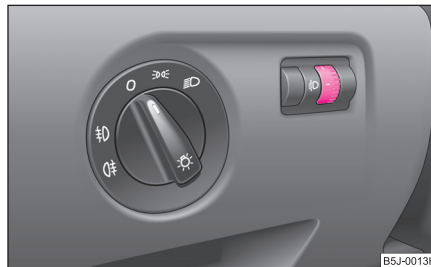

Fig. 36 Tabloul de bord:
- Rotiți regulatorul rotativ ⇒ fig. 36, până când lumina de întâlnire este reglată astfel încât să nu îi orbească pe participanții la trafic. ►